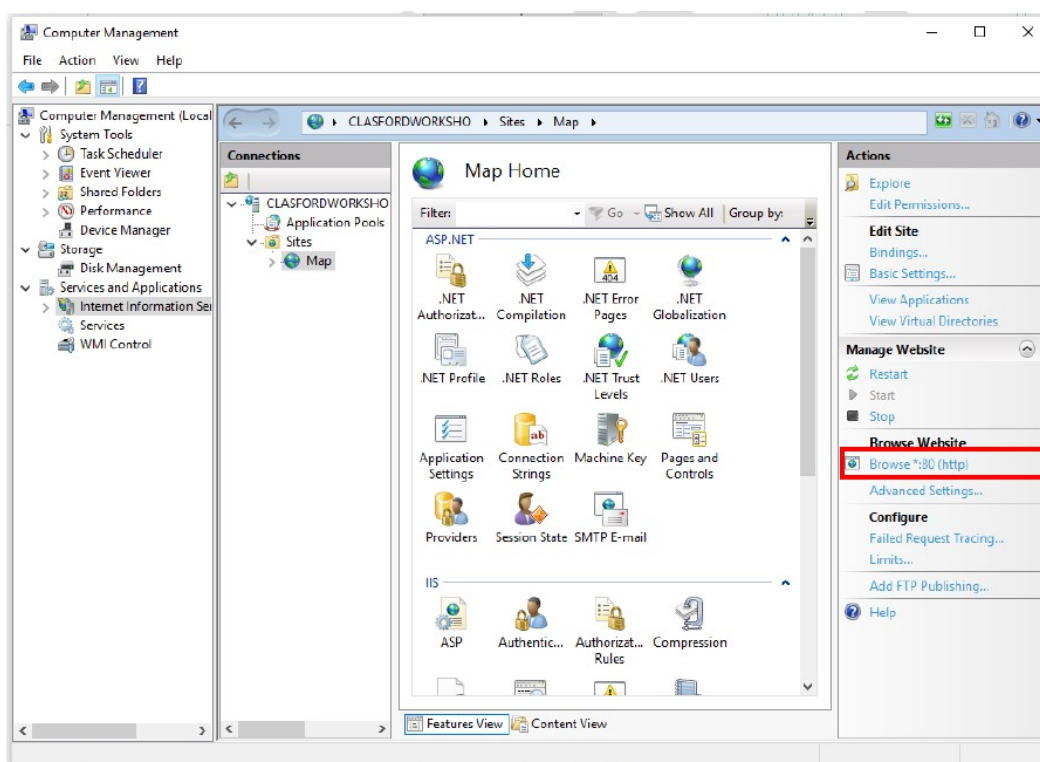

Рисунок 38. Диспетчер служб IIS – просмотр*: 80 02 (http)
f) После завершения настроек нажмите на пункт «Browse*: 80 02 (http)» (Просмотр*: 80 02 (http)), как показано на рис. 38, после чего отобразится надпись «Shanghai Bohui» означающая, что служба карт успешно настроена.